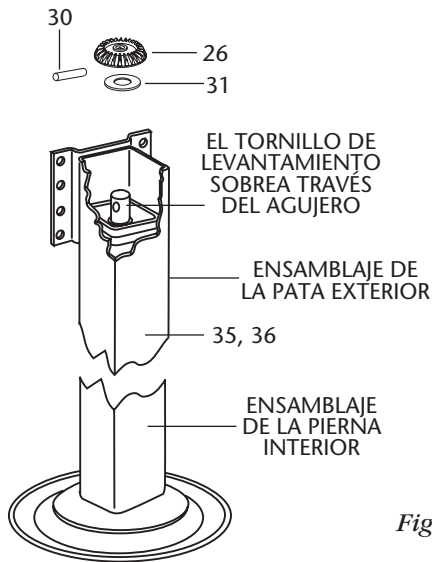

Figura 9
4. Coloque el conjunto de la pata exterior (Artículo 35 o 36) sobre el conjunto de la pata interior (Artículo 27, 28 o 29) y presione hacia abajo hasta que el extremo del tornillo de elevación sobresalga a través del orificio en la parte superior del conjunto de la pata exterior como se muestra en **Figura 9**.
6. Deslice el engranaje cónico (**Artículo 26**) sobre el tornillo de elevación y colóquelo en el pasador como se muestra en la **Figura 9**. Cuando esté correctamente acoplado, la parte superior del engranaje cónico quedará aproximadamente al mismo nivel que la parte superior del tornillo de elevación.